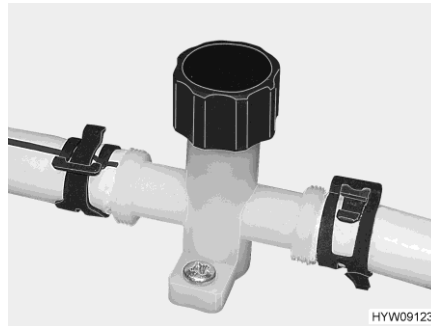
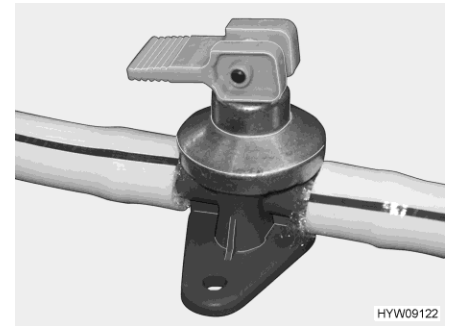

Bild 120 Ablasshahn (Wasserleitung)
Bild 121 Ablasshahn (Boiler Alde)
- Ablasshähne schließen. Dazu die Kappe (Bild 120) im Uhrzeigersinn drehen und den Kipphebel (Bild 121) waagrecht stellen.
- Ablasshähne öffnen. Dazu die Kappe (Bild 120) entgegen dem Uhrzeigersinn drehen und den Kipphebel (Bild 121) senkrecht stellen.